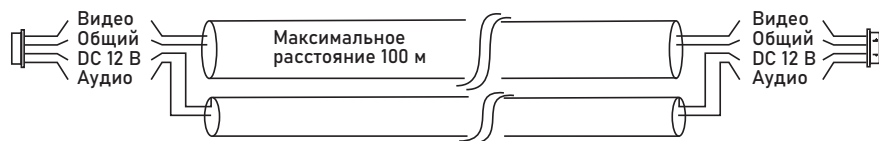

Рис. 20 Комбинированный видеокабель для подключения видеодомофона
3. При выборе кабеля для подключения вызывной панели и дополнительного домофона руководствуйтесь критериями, представленными на Рис. 20 и 21.